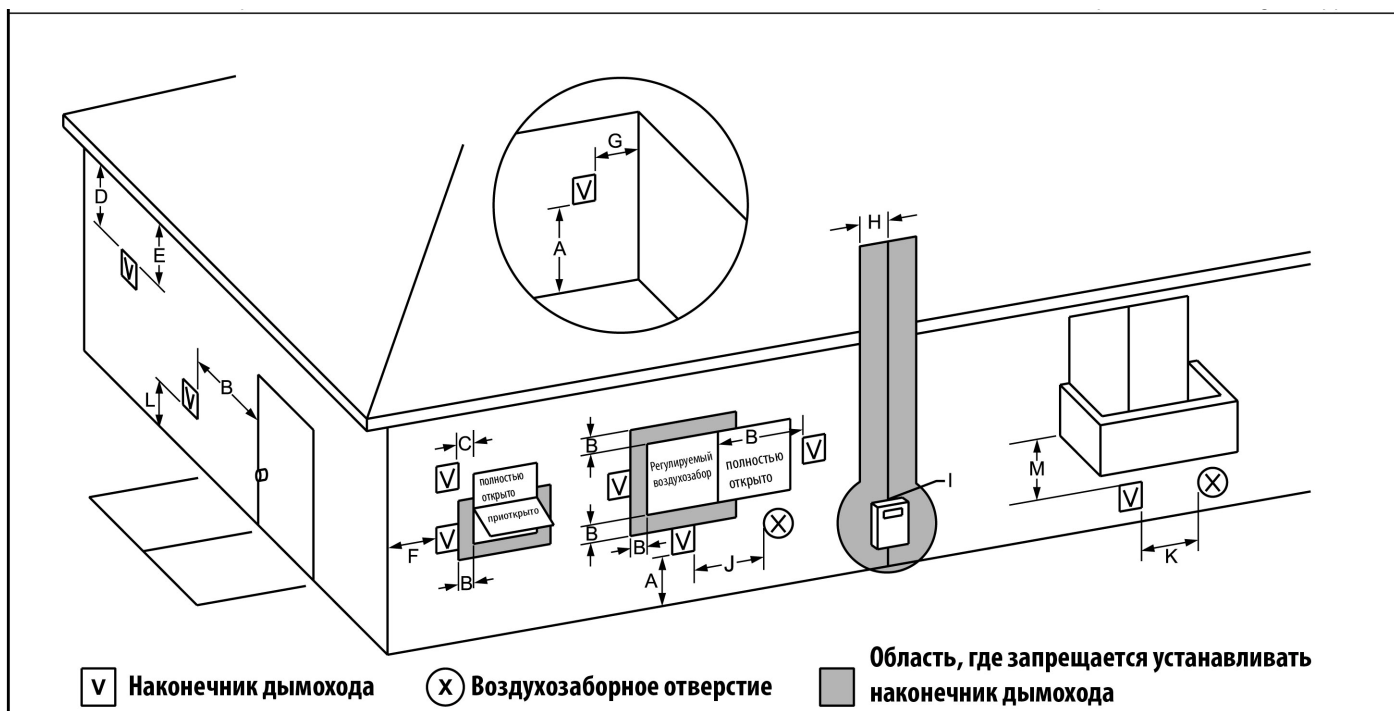

Рис. 4. Расположение воздухозаборных отверстий и наконечников дымоходов на боковой стене здания.
1. На рис. 4 показаны расстояния, которые необходимо соблюдать при установке наконечников дымоходов.